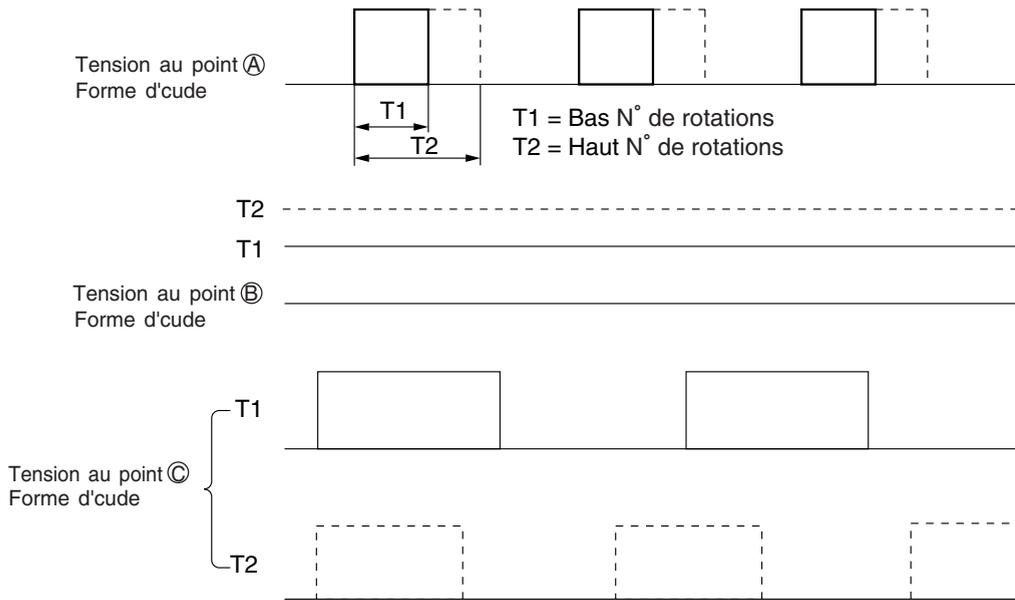

Fig. 6-2
- Pour le point **A**, une pulsation de PWM (modulation d'impulsions en largeur) de 15,7 kHz sera émise de la broche **40** du microprocesseur, comme indiqué sur la Fig. 6-2. La plage d'impulsions variera en fonction des différentes vitesses de commande.